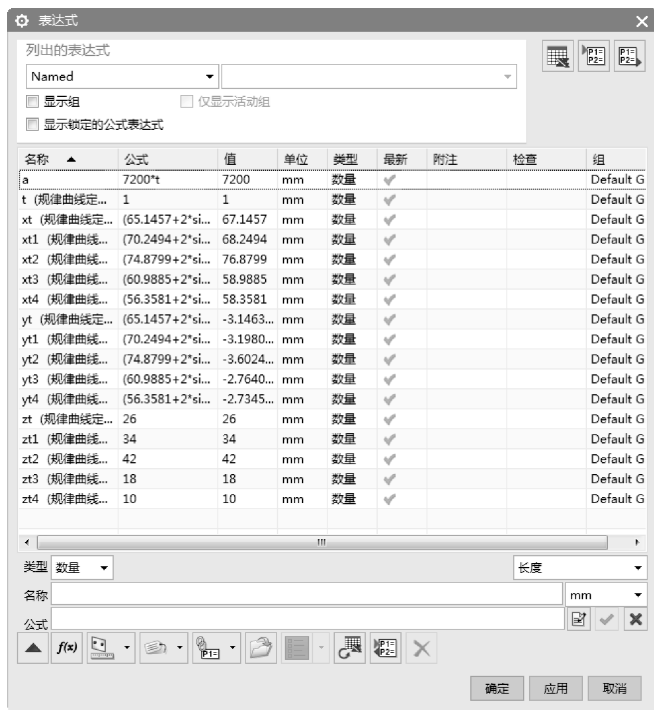

图 5-115 添加完成的表达式
- 16 同理，依次添加其余表达式，添加完成的结果如图 5-115 所示。最后单击【确定】